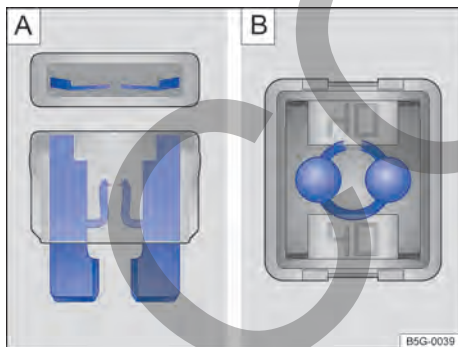

Fig. 173 Fusible quemado: **A)** fusible plano, **B)** fusible de bloqueo.
- Un *fusible plano* (ATO®, MINI®) quemado es reconocido desde arriba o desde el costado por la carcasa transparente en las bandas metálicas derretidas → fig. 173 A.
- Un *fusible de bloqueo* (JCASE®) quemado es reconocido por las bandas metálicas derretidas desde arriba de la carcasa transparente → fig. 173 B.